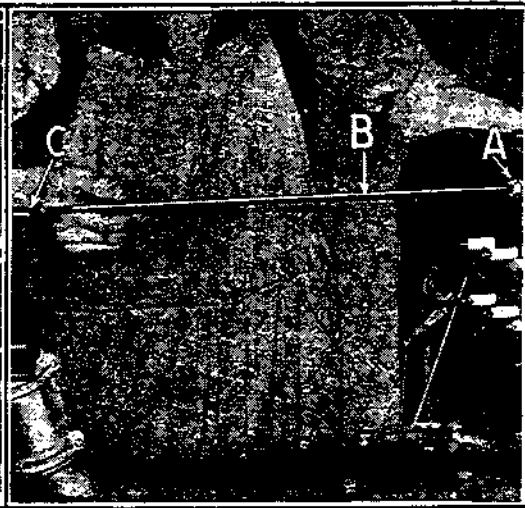

Fig. 20
- d) Desserrer l'écrou de la tige de support du radiateur (voir A, fig. 20) et dévisser la tige B de son support C.